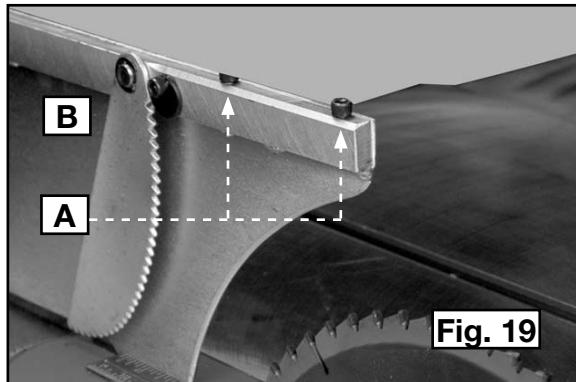
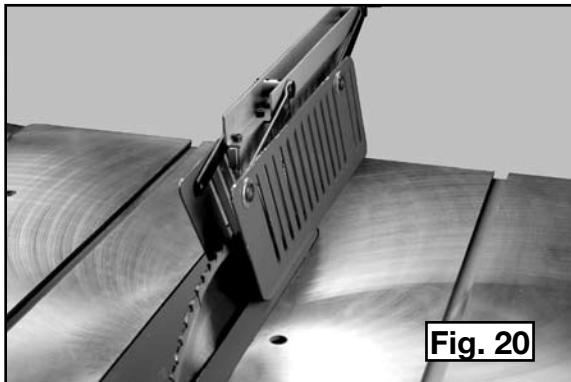

Fig. 19
Fig. 20
- Retire los dos pernos (A) Fig. 19 de la parte superior del hendedor (B). Fije el ensamble de la bobina del protector Fig. 20 al hendedor con los dos pernos.